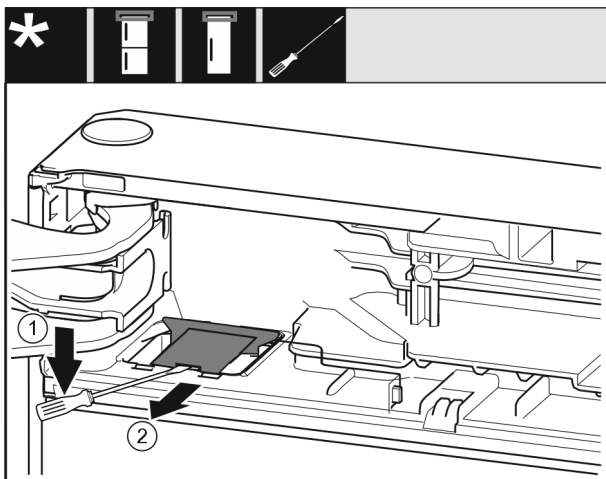

Fig. 10
- ▶ Odistite kryt Fig. 10 (1) plochým skrutkovačom.
- ▶ Vyberte kryt Fig. 10 (2).